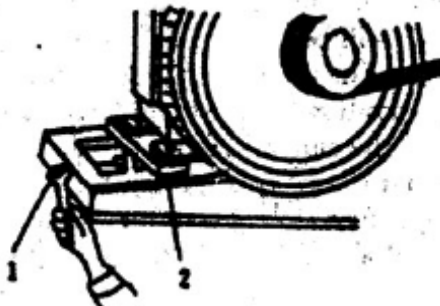

Рис. 8 Регулировка натяжения клиновидных ремней
- (1) Требования к регулировке: длина двух клиновидных ремней (B1800) должна быть равной. После выполнения натяжения ремней нажмите на каждый из ремней в центральной части таким образом, чтобы образовался прогиб в 15 ~ 20 мм.
- (2) Способ регулировки (Рис. 8): отверните четыре болта (2) под рамой и, проворачивая регулировочный болт (1), отрегулируйте положение двигателя. После того, как натяжение ремней будет доведено до требуемого уровня, затяните болты (2).